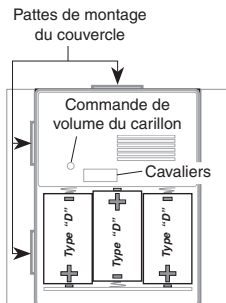

Figure 2
2. Installez 3 piles alcalines « D ». Prenez soin d'orienter les piles correctement (voir la Figure 2).
4. Réglage du volume. Réglez le volume à l'intensité souhaitée (voir la Figure 2).
- Remettez les piles en place (voir la Figure 2).